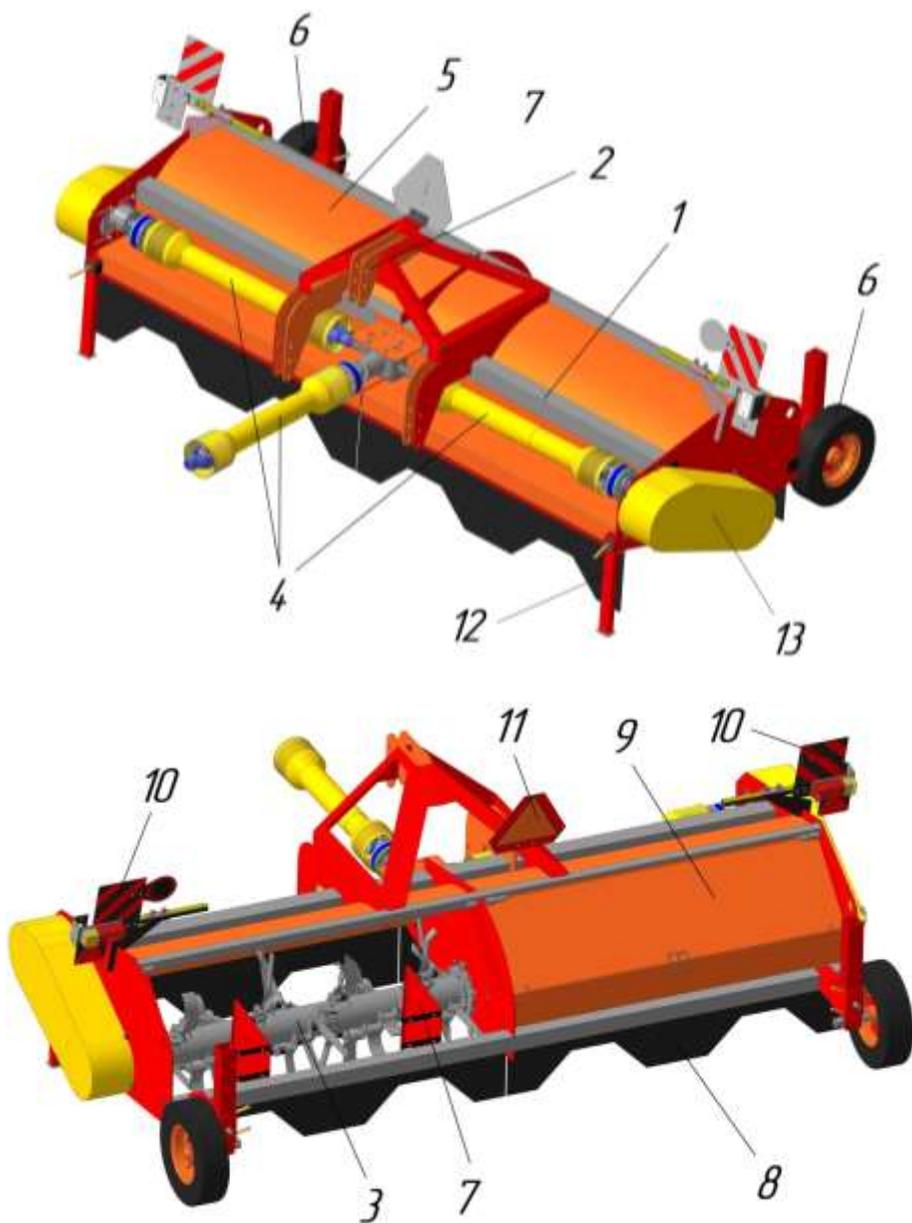

Рисунок 1 – Общий вид машины ботвоуборочной
3.1 Основными узлами машины являются: рама 1 с навесным устройством 2, роторы 3 (2 шт.), привод роторов 4, кожух роторов 5 и опорные колеса 6 (рисунок 1).
3.3 Навесное устройство 2 имеет 3 верхних отверстия для крепления центральной тяги навесной системы трактора, и по три отверстия для крепления нижних тяг навесной системы трактора (рисунок 1).
3.6 Кожух роторов (рисунок 1) распределяет поток вороха, сходящий с ножей роторов, по ширине машины и укладывает измельченную растительность между гребнями картофеля. Кожух состоит из каркаса на котором закреплены делители 7 и фартуки 8. В кожухе имеются две крышки 9 для доступа к роторам.